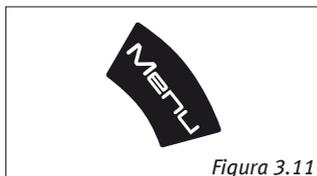

Figura 3.11
1. Pressione o botão **“Menu”** (Figura 3.11).